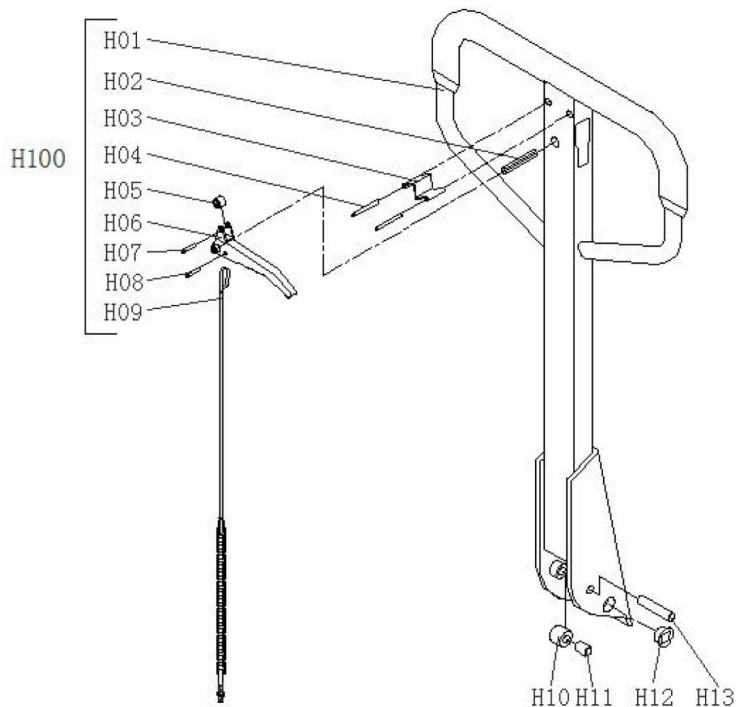

Рисунок 2.
- Вставьте ось (B09) на одном конце корпуса гидроузла (B101), затем соедините корпус гидроузла (B101) и ручку (H100). Обратите внимание на положение отверстия в оси (B09), пропустите стальную проволоку и гайку на цепи (H09) через отверстие в оси (B09) (см. рисунок 2 и 3).